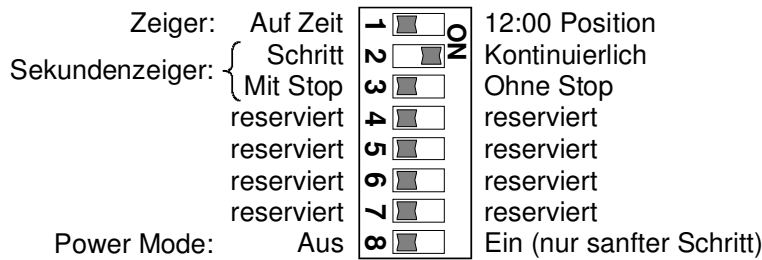

Fig. 5
- DIP-Schalter 1 auf **ON** setzen (12:00 Position, Fig. 5)
- Nachdem die Zeiger korrekt auf 12Uhr positioniert sind, DIP-Schalter 1 auf OFF setzen (Fig. 5).